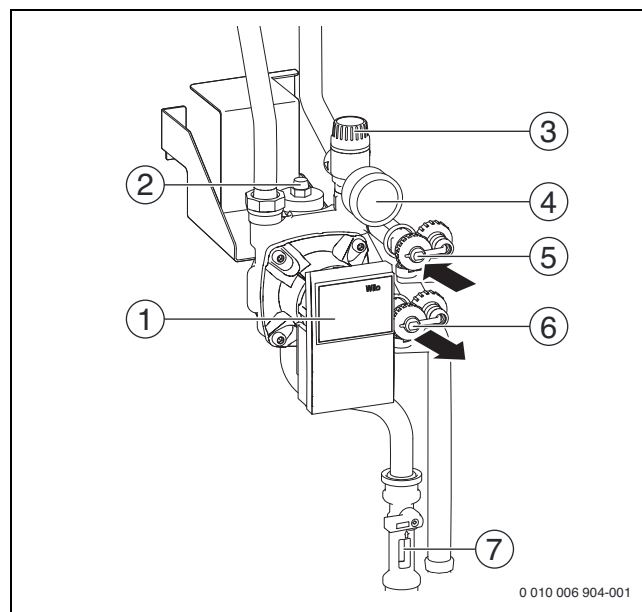

Bild 188 Übersicht Solargruppe
Befülleinrichtung an den Füll- und Entleerhahn der Solarpumpe (→ Bild 188) anschließen:
- Füll- und Entleerhähnen (→ Bild 188, [5] und [6]) öffnen.
- ▶ Während des Spülens den Füll- und Entleerhahn an der Saugseite (→ Bild 188, [6]) mehrmals kurzzeitig drosseln und anschließend schnell komplett öffnen. Dadurch können sich gestaute Luftblasen in der Rohrleitung lösen.